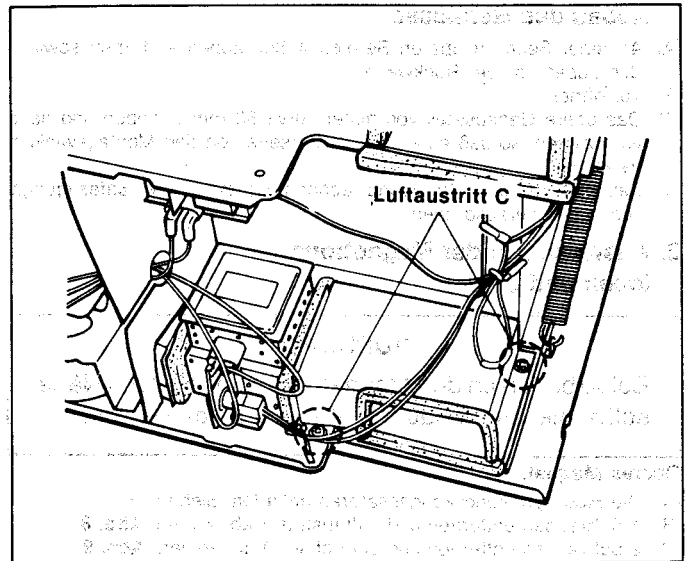

Abb. 11
- (A) Die Hochspannungskondensatoren entladen. Siehe S. 8.
- (B) 2 Schrauben entfernen und Luftaustritt C abnehmen. **Abb. 11.**